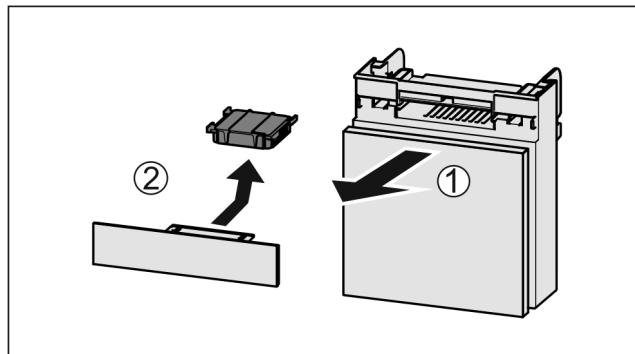

Fig. 157
- Вытянуть Fig. 157 (1) отделение движением вперед.
- Извлечение Fig. 157 (2) фильтра с активированным углем.